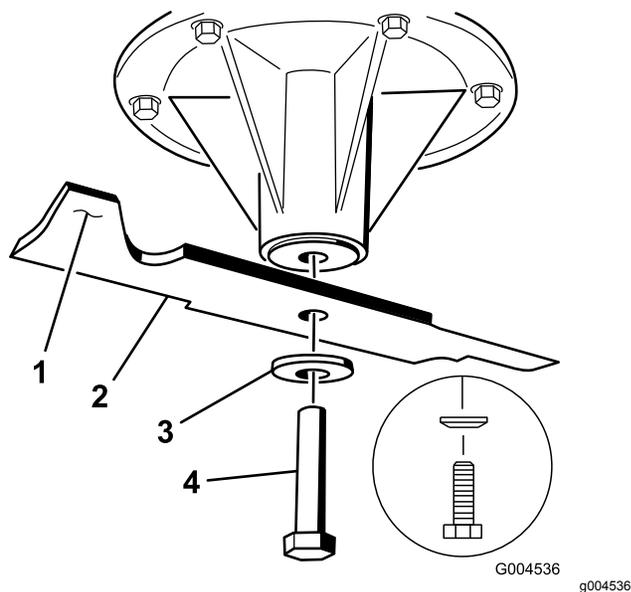

Figura 113
1. Montate la lama sull'asse del fusello (Figura 113).
2. Montate il disco elastico e il bullone della lama (Figura 113).
Nota: Il cono del disco elastico deve essere rivolto verso la testa del bullone (Figura 113).